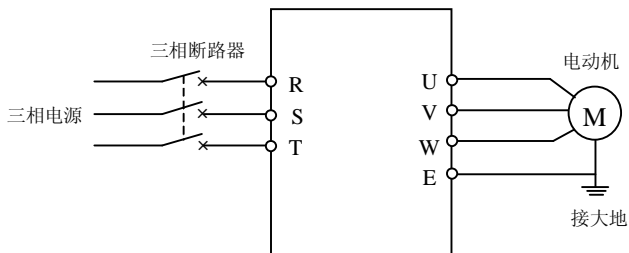

图 6-1 简单运行接线图
- ① 按图 6-1 接线：
- ② 确认接线无误后合上电源开关，接通电源，变频器先显示“P.oFF”，稍后显示“0”；
- ③ 根据变频器拖动电动机的额定铭牌数据，对参数 b-5、b-6 进行参数设置；
- ④ 逆时针将面板电位器旋钮旋转到底，频率设定为 0；
- ⑤ 按 **[FWD]** 键启动变频器，变频器输出 0 频率，显示“0.0”；
- ⑥ 顺时针缓缓旋转面板电位器旋钮，变频器输出频率由 0.0Hz 开始增加，电机开始运转；
- ⑦ 观察电机的运行是否正常，若有异常立即停止运行，断电，查清原因后再运行；
- ⑧ 将面板电位器顺时针旋转到底，则变频器的输出频率为 50.00Hz，电机按 50.00Hz 运转；
- ⑨ 按 **[STOP/RESET]** 键停止运行；
- ⑩ 切断电源开关。
(2) 用操作面板直接设定频率
- ① 按图 6-1 接线；
- ③ 确认频率设定通道为面板数字设定方式（[b-1] = 1）；
- ④ 根据变频器拖动电动机的额定铭牌数据，对参数 b-5、b-6 进行参数设置；
- ⑥ 按  键，增大设定频率，变频器的输出频率增加，电机转速加快；
- ⑧ 按  键减小设定频率；
- ⑨ 按  键停止运行；